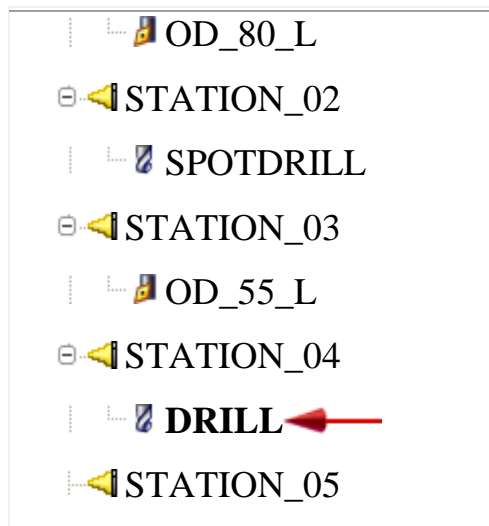

Рисунок 17 Создание инструмента
14. Нажмите «ОК» для завершения задания инструмента (рисунок 17).